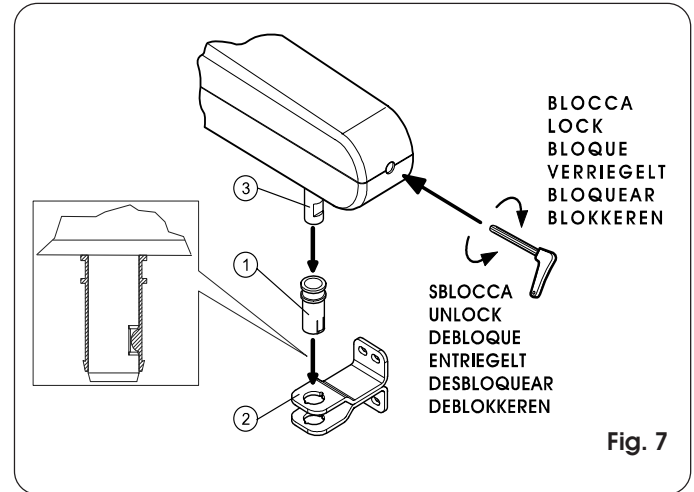

Fig. 7
- Compruebe que el perno (Fig. 7 Ref. ③) esté hasta el tope en la parte anterior del operador, en caso contrario gire la llave de desbloqueo, introducida en su alojamiento (Fig. 7), en sentido horario hasta el final de su carrera.
- Gire 6-7 vueltas la llave de desbloqueo en sentido antihorario, como se indica en la Fig. 7.
Introduzca el casquillo (Fig. 7 Ref. ①) en el empalme anterior (Fig. 7 Ref. ②). El bloqueo mecánico situado sobre el casquillo deberá coincidir con la ranura del perno del operador. Acople el perno (Fig. 7 Ref. ③) en el casquillo.